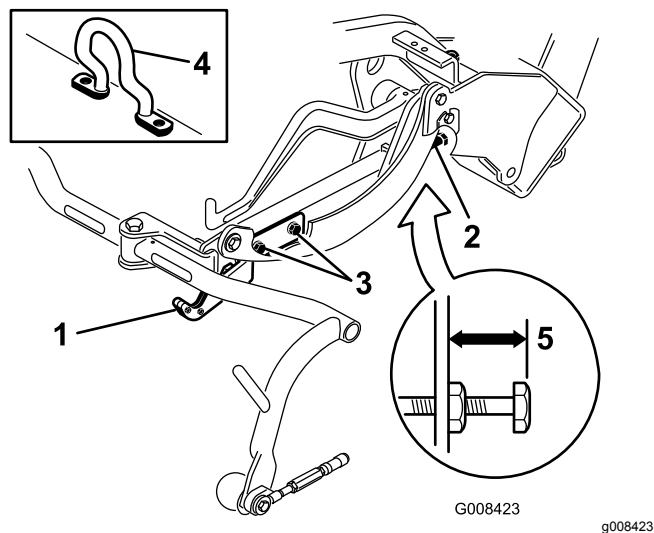
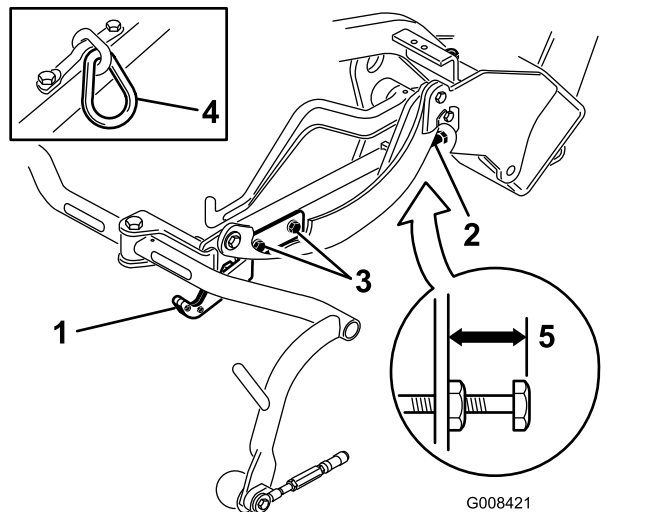
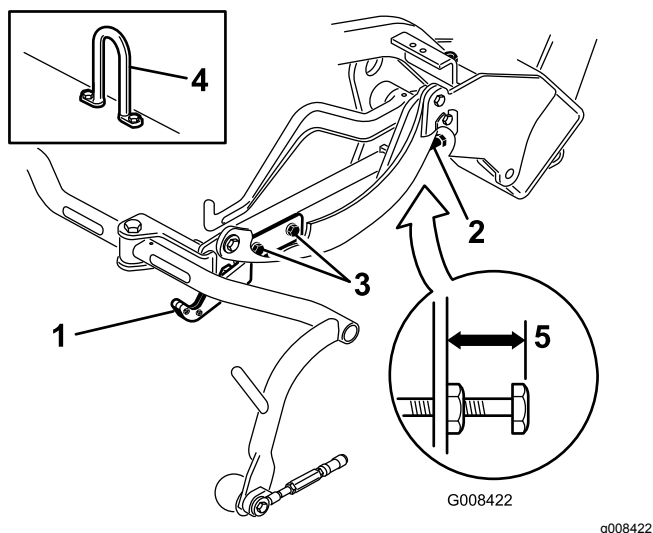

Figura 13
Figura 14
Figura 15
3. En unidades de corte equipadas con un gancho de elevación con eslabón de cadena o recto (Figura 14 y Figura 15, detalle), compruebe que la distancia entre la parte superior del tornillo de ajuste del bastidor de tiro y el borde trasero del bastidor de tiro es de 22 mm. Si la distancia no es de 22 mm, continúe con el paso 4. Si la unidad de corte está equipada con un gancho de elevación acodado, (Figura 13), continúe con el paso siguiente.
Compruebe la altura de transporte (Figura 14 y Figura 15) y ajústela si es necesario.
2. En unidades de corte equipadas con un gancho de elevación acodado (Figura 13, detalle) compruebe que la distancia entre la parte superior del tornillo de ajuste del bastidor de tiro y el borde trasero del bastidor de tiro es de 25 mm. Si la distancia no es de 25 mm, continúe con el paso 4.
4. Afloje los tornillos de montaje de la pletina de transporte (Figura 14, Figura 15 y Figura 13).
7. Si los bastidores de tiro no están a la misma altura, afloje la contratuerca del tornillo de ajuste del bastidor de tiro (Fig. Figura 13, Figura 14 y Figura 15). Gire el tornillo hacia fuera para elevar y hacia dentro para bajar. Apriete la contratuerca después de obtener la altura adecuada.